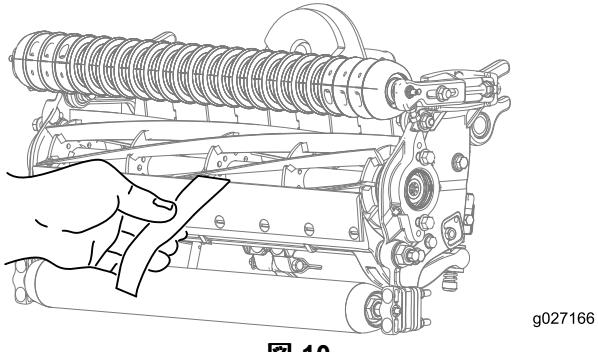

図 10
- 切れ味確認用のトロ製試験ペーパーを一枚、リールと下刃との間に、下刃に対して直角になるように差し入れて、カッティングユニットの切れ味をテストする図 10。ゆっくりとリールを回転させるこれで紙が切れれば合格である。